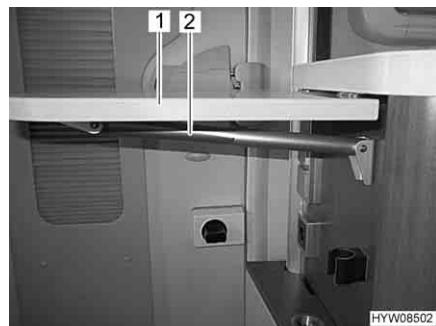

Fig. 40 Tavolo ribaltabile su bancone
- Afferrare in basso il tavolo ribaltabile su bancone (Fig. 40,1) e tirandolo leggermente estrarlo dall'incastro.
- Ruotare verso l'alto il tavolo ribaltabile finché non ingranà nel dispositivo di fissaggio del supporto telescopico (Fig. 40,2). Rilasciare il tavolo ribaltabile.